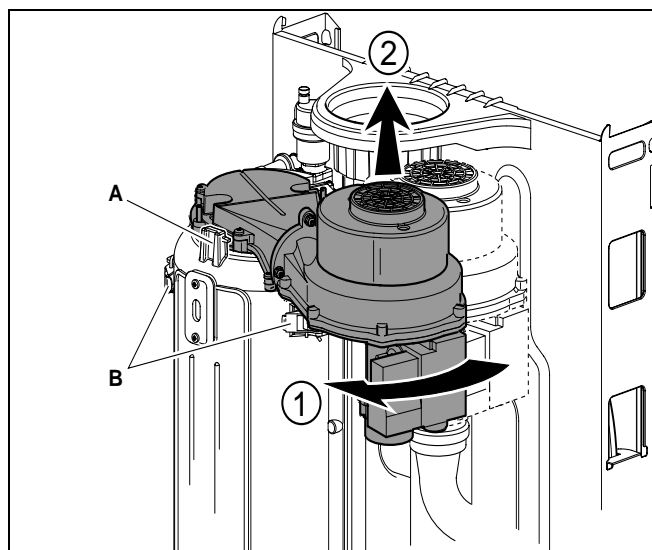

Рис. 45 Отсоединение газового/воздушного блока и горелки
Газовый/воздушный блок можно теперь демонтировать, поворачивая его на четверть оборота вперед (штыковое соединение) (рис. 45, **поз. А**) и после этого поднимая вверх из переменного блока.
- Переднюю часть теплообменника можно теперь демонтировать, ослабляя быстродействующие затворы (рис. 45, **поз. В**).